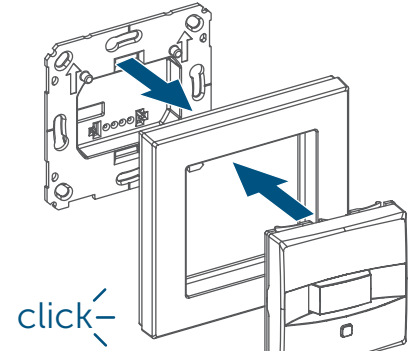

Figure 7
- Maintenez la touche système enfoncée pendant 4 s *Fig. 7*.